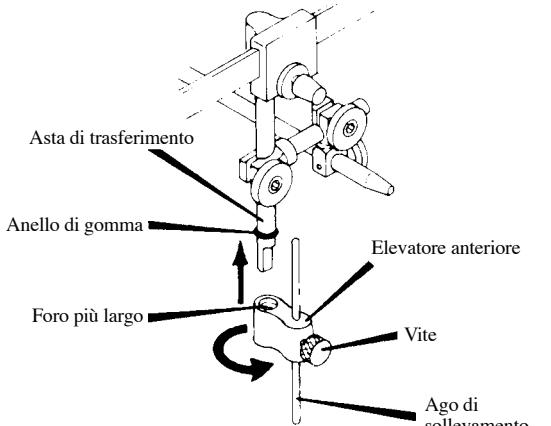

Figura 13
12. L'Elevatore Anteriore, 010358-000, scivola sull'asta di Trasferimento, Figura 13. Posizionare per primo il foro più largo e ruotare l'Elevatore in alto fino all'Anello di Gomma, con l'Ago di Sollevamento e la vite verso la parte frontale. Far scivolare l'Ago di Sollevamento nelle sua posizione più alta e fermarlo con la Vite apposita.